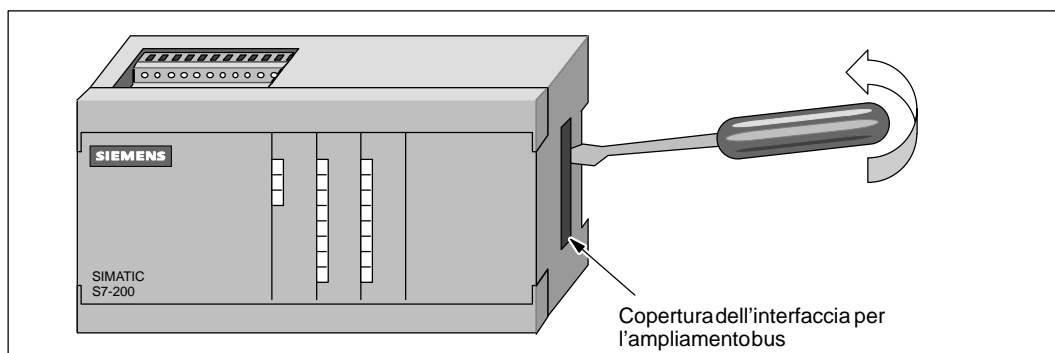

Figura 2-9 Rimozione della copertura dell'interfaccia per l'ampliamento bus sulla CPU S7-200
1. Rimuovere il coperchio dell'interfaccia per l'ampliamento bus dalla scatola dell'unità inserendo un cacciavite nello spazio tra il coperchio e la scatola e sollevarlo, facendo attenzione a non danneggiare il dispositivo. Assicurarsi di rimuovere completamente le giunture in plastica. Procedere con cautela per non danneggiare l'unità. La figura 2-9 mostra la corretta posizione del cacciavite.